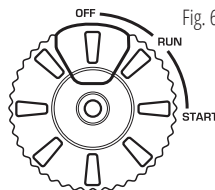

Fig. 6
- 5.2 Per avviamento elettrico, premere il pulsante rosso sull'interruttore motore multifunzione (fig. 6).
6. Dopo l'avviamento del motore, portare l'interruttore motore multifunzione in posizione "RUN" (fig. 6).
9. **Per avviamento manuale**, tirare l'avviatore manuale fino a percepire una leggera resistenza, quindi tirarlo verso di sé con decisione. Riavvolgere lentamente l'avviatore manuale, non lasciarlo tornare indietro bruscamente. **Per avviamento elettrico**, premere il pulsante rosso sull'interruttore motore multifunzione (fig. 6).
10. Dopo l'avviamento del motore, portare l'interruttore motore multifunzione in posizione "RUN" (fig. 6).
6. Per avviamento elettrico, premere il pulsante rosso sull'interruttore motore multifunzione (fig. 6).
7. Dopo l'avviamento del motore, portare l'interruttore motore multifunzione in posizione "RUN" (fig. 6).